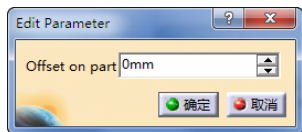

图 4-15 定义零件余量（1）
- 定义零件余量（1）。双击“Multi-Axis Sweeping.1”对话框中的“Offset on part”，弹出“Edit Parameter”对话框，可设置余量大小为“0mm”，如图 4-15 所示。